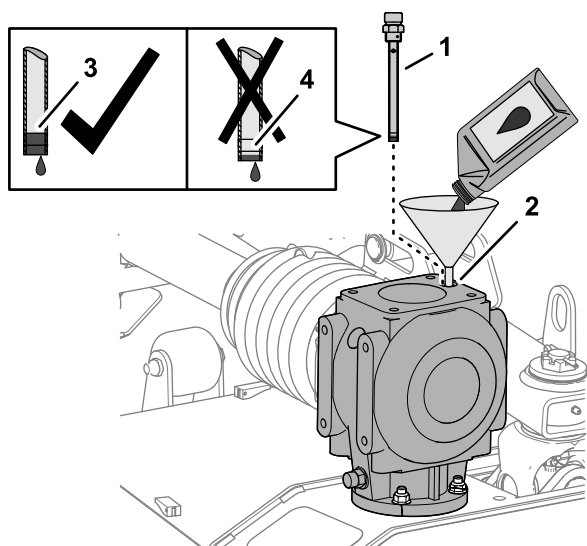

Рисунок 57
- Долейте 1064 мл трансмиссионного масла указанного типа в редуктор через отверстие для масломерного щупа (Рисунок 57).
- Заверните масломерный щуп в отверстие, выверните щуп и проверьте уровень масла по щупу (Рисунок 57).
- Заверните масломерный щуп в заливное отверстие и затяните его (Рисунок 57).